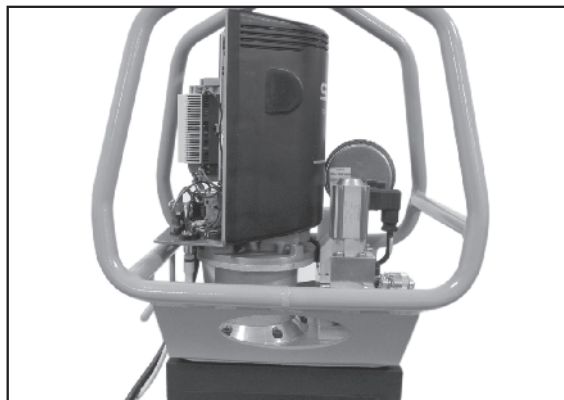

Рис. 15.
4. См. рис. 15. Проверните двигатель.